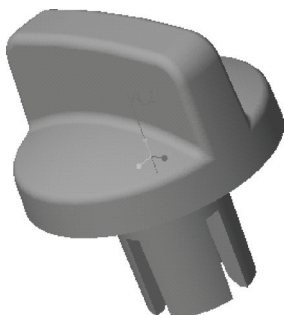

图 12-29 倒圆角后的效果
4) 在“倒圆角”选项卡中单击  (完成) 按钮，得到的倒圆角效果如图 12-29 所示。